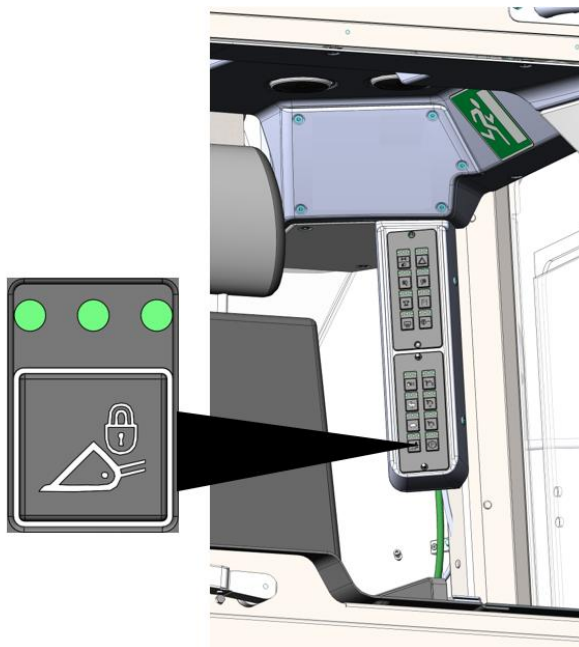

Рисунок 3.62. Разблокировка / блокировка гидравлической системы привода рабочего оборудования
- Нажать кнопку «Блокировка гидравлической системы привода рабочего оборудования», рис. 3.62.